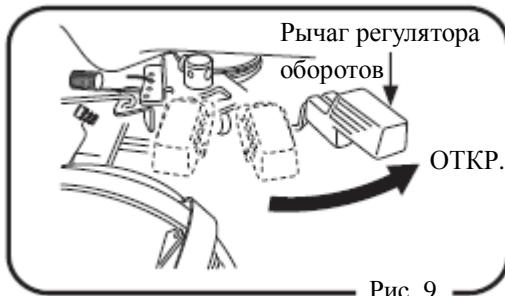

Рис. 9
- Во избежание проскальзывания муфты сцепления не допускайте медленного открывания дроссельной заслонки (рис. 9).